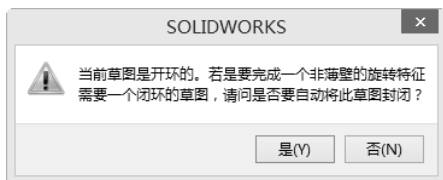

图 4-71 询问对话框
⑥ 旋转生成实体。单击“特征”控制面板中的“旋转凸台/基体”按钮，在弹出的询问对话框中单击“否”按钮，如图 4-71 所示。